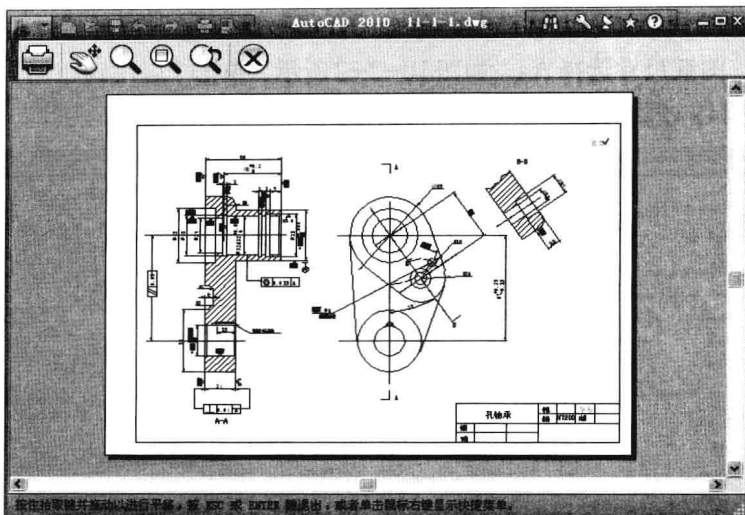

图 10-1-13
(20) 单击“预览”按钮，打开预览窗口，其中显示的图形就是最终打印的外观效果，如图 10-1-13 所示。
(21) 如果效果不满意，应单击“关闭预览窗口”按钮，退出预览并返回到打印对话框，重新修改页面设置；如果预览效果满意，单击“打印”按钮，打印输出图纸。